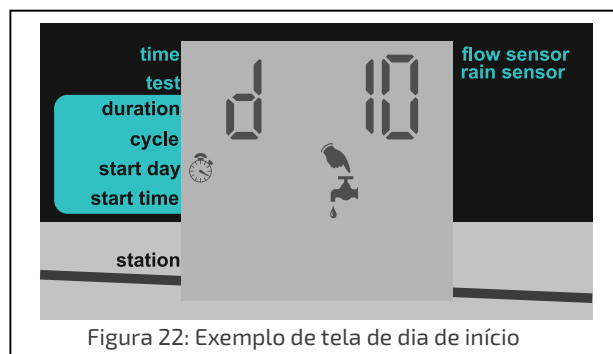

Figura 22: Exemplo de tela de dia de início
1. A partir da tela principal, pressione **C**, até que apareça a tela *Start Day* (Figura 22). A visualização, por padrão, é "d 00", o que indica zero dias. Estabelece-se este valor para o dia de início, o programa de irrigação começará no dia atual à hora de início determinada. Caso essa hora tenha passado para o dia atual, o programa começa nessa hora no dia seguinte.
2. Pressione **+** e **-** para aumentar e diminuir o número de dias. Na Figura 22, o valor está estabelecido em 10 dias. O valor máximo suportado é de 30 dias.